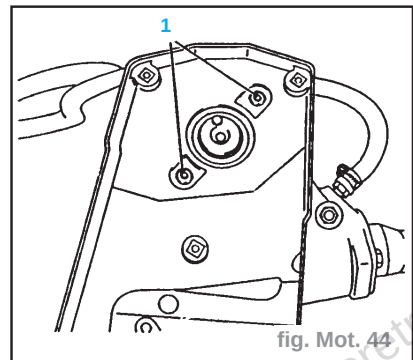

fig. Mot. 44
- Déposer les vis de fixation (**1**) du carter d'arbres à cames (fig. Mot. 44).
- Serrer les vis de fixation sur le carter d'arbre à cames à **0,6 daN.m** (fig. Mot. 44).